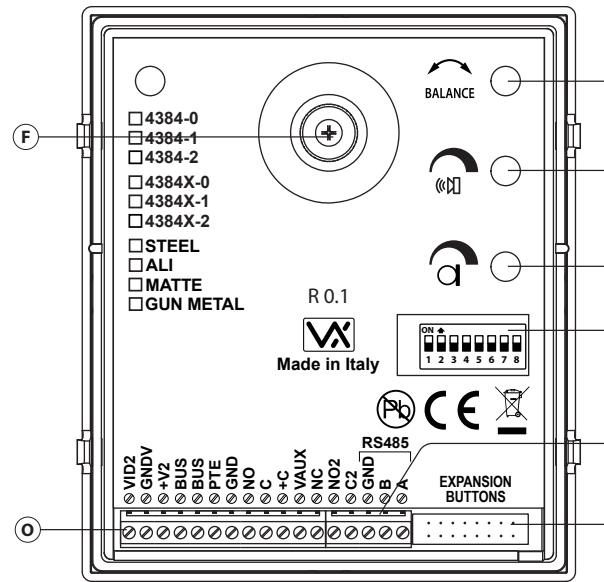

Fig. 2 Retro
- Le impostazioni vengono effettuate tramite il dip-switch a 8 vie (riferimento  Fig. 2) accessibile nella parte posteriore del modulo.